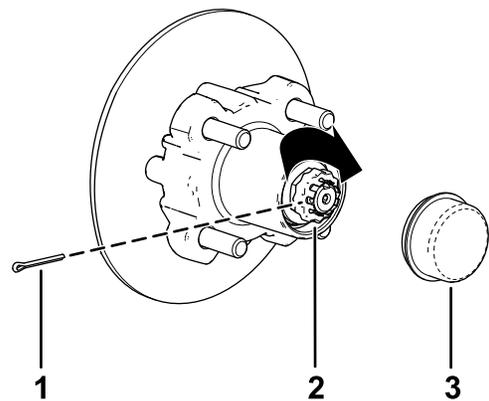

図 34
8. ナットの上からリテーナを取り付け、リテーナのスロットとスピンドルのスロットが整列しているかどうか確かめる 図 34。
9. コッターピンを取り付け、ピンの足をリテーナに巻き付けるように曲げる 図 34。
10. ハブにダストキャップを取り付ける 図 34。